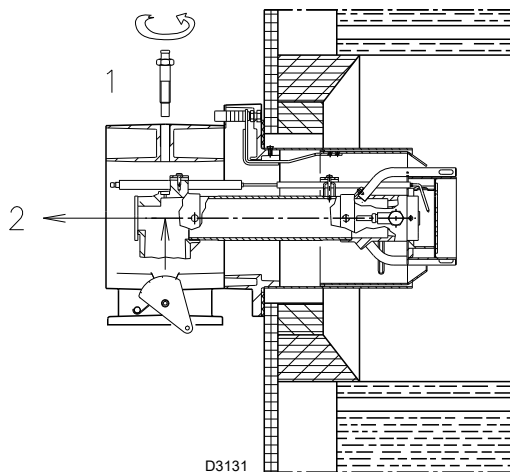

Рис. 18
- Викрутіть гвинт 1) (Рис. 18) і витягніть внутрішню частину 2);
Аби полегшити регулювання, послабте гвинт 1) (Рис. 18 на сторінці 22), відрегулюйте, а потім заблокуйте.